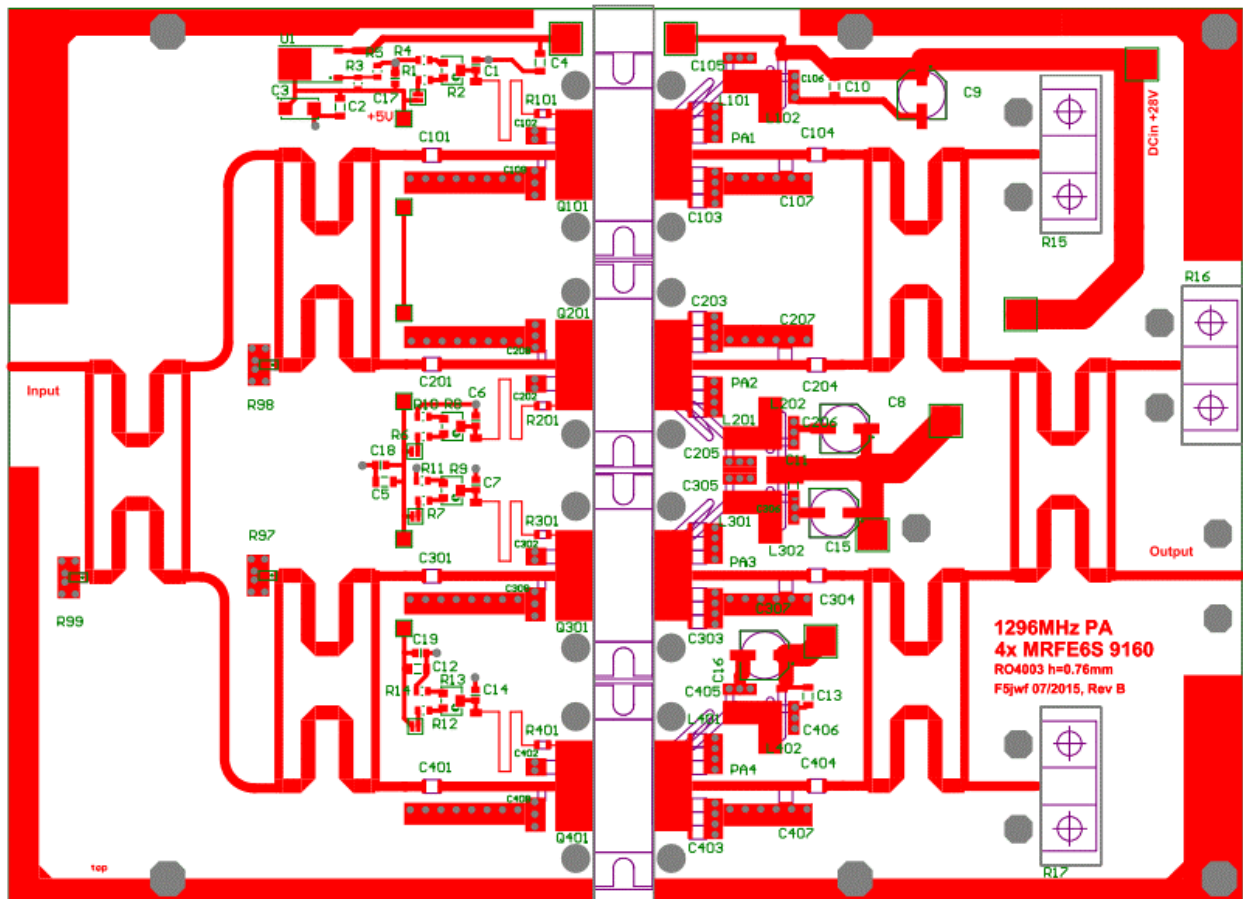

Figure 8 : Implantation des composants
- Montage des capacités ATC de matching et de couplage comme indiqué sur la Figure 8